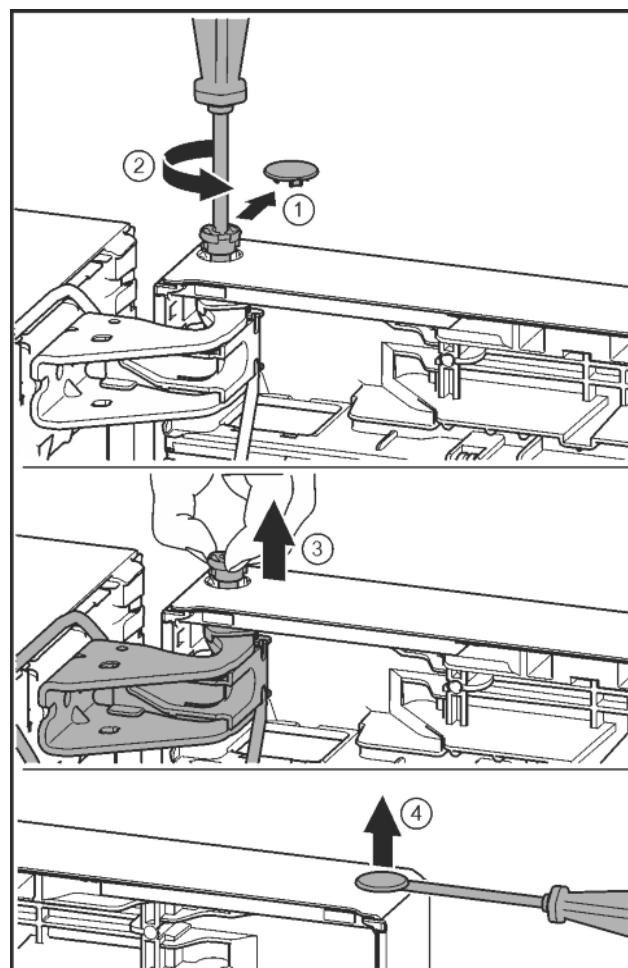

Fig. 24
- Bezpečnostní kryt opatrně stáhněte. Fig. 24 (1)
- Šroubovákem T15 o kousek vyšroubuje čep. Fig. 24 (2)
- Dveře držte a čep vytáhněte prsty. Fig. 24 (3)
- Plochým šroubovákem opatrně nadzvedněte zátku z ložiskového pouzdra dveří a vytáhněte ji. Fig. 24 (4)